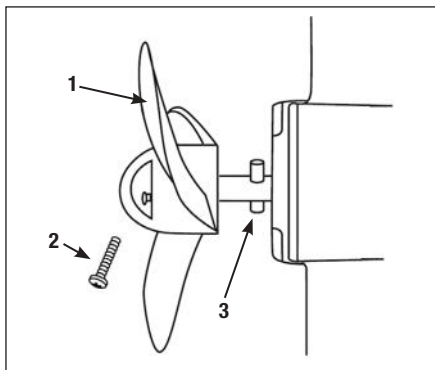

Рис. 21 Снятие гребного винта
1. Открутите винт 2 крепления винта (Рис. 21).
2. Снимите гребной винт 1 (Рис. 21).
2. Установите шпонку 3 (Рис. 21).
3. Установите гребной винт 1 так, чтобы шпонка 3 вошла в паз на корпусе гребного винта (Рис. 21).
3. Закрутите винт 2 крепления гребного винта (Рис. 21).